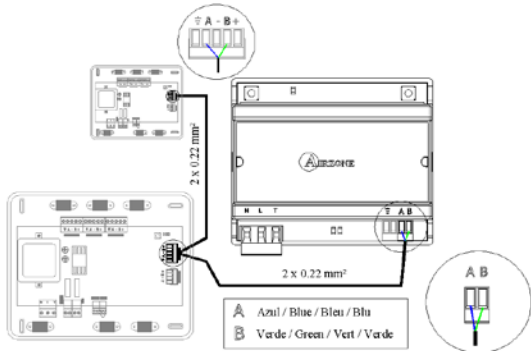
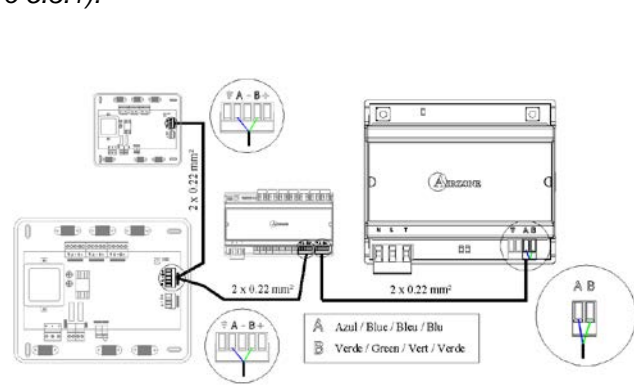

Fig. 54
Fig. 55
El servidor Web es un elemento que se conecta al bus domótico (Fig. 54) de la central ③ (Fig. 2) o a la borna de salida de bus domótico en la central de control CCP (Fig. 55).